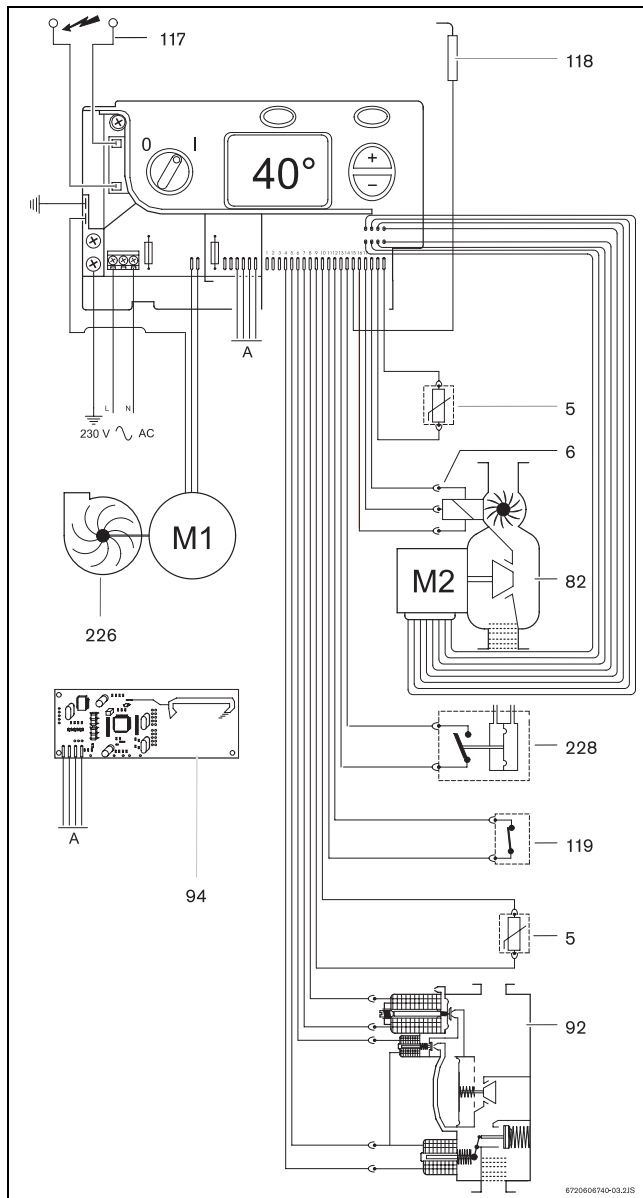

Fig. 3 Schema elettrico
Ogniqualvolta si apre un rubinetto dell'acqua calda, il flussostato a turbina, (→Fig. 3, pos. 6) posizionato in ingresso dell'acqua fredda, invia un segnale alla scheda elettronica. Questo segnale provoca quanto segue:
- simultaneamente vengono emesse le scintille presso il bruciatore e la valvola gas apre il passaggio del gas (→Fig. 3, pos. 92).
- l'elettrodo di ionizzazione (→Fig. 3, pos.118) controlla lo stato della fiamma